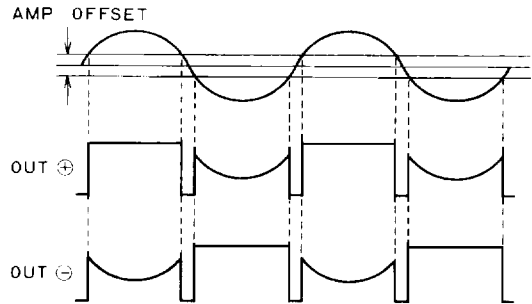

Fig.12
(3) 実際出力波形は、Fig.12 のようになります。出力が正から負へ切替わる期間は OPEN 状態になります (これは、アンプにオフセットがあるためです)。よってこの期間は、IC 側のインピーダンスが高くなるため、この間の出力波形は外付けによって決まります。一般的には、コイル負荷となるので、バックラッシュ電圧の発生を抑えるためコンデンサを接続します。